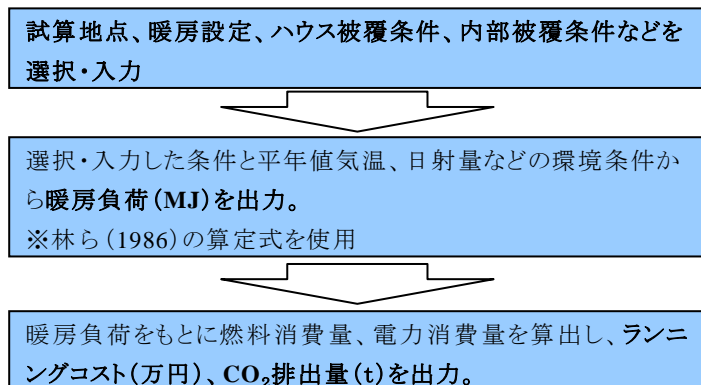

図1 試算ツールの入出力フロー
- 2) 暖房負荷は林ら(1986)の暖房負荷算定法に基づいて算出する。試算地点(県内 14 ヶ所の気象観測所所在地から選択)、保温設備、暖房設定などを入力することで、暖房負荷、ランニングコストおよび CO2 排出量の気象データの平年値に基づいた概算値を出力する(図 1、2)。